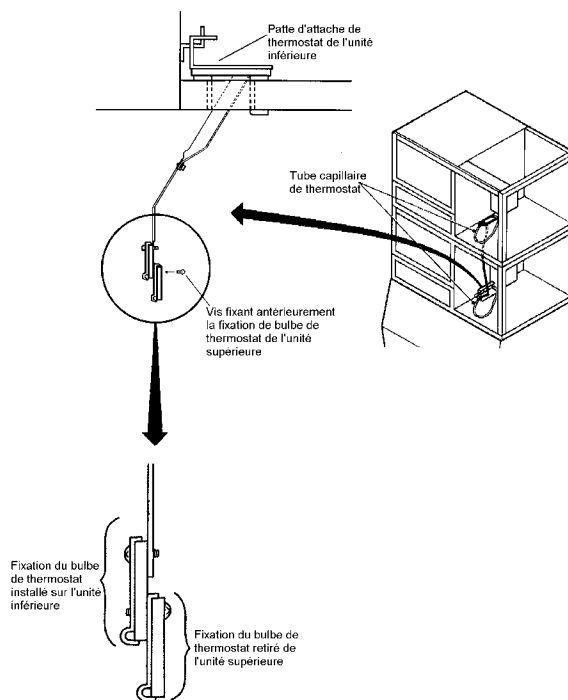

Fig. 5
- 8) Faites passer le tube capillaire du thermostat de contrôle de bac de stockage de l'unité supérieure à travers l'orifice inférieur de cette unité puis dans l'unité inférieure et par l'orifice au fond de cette unité pour aller dans le bac de stockage. Fixez le bulbe de thermostat de l'unité supérieure, complet avec sa fixation, sur celui de l'unité inférieure, les vis ayant été auparavant déposées de l'unité supérieure. (Voir Fig. 5.).